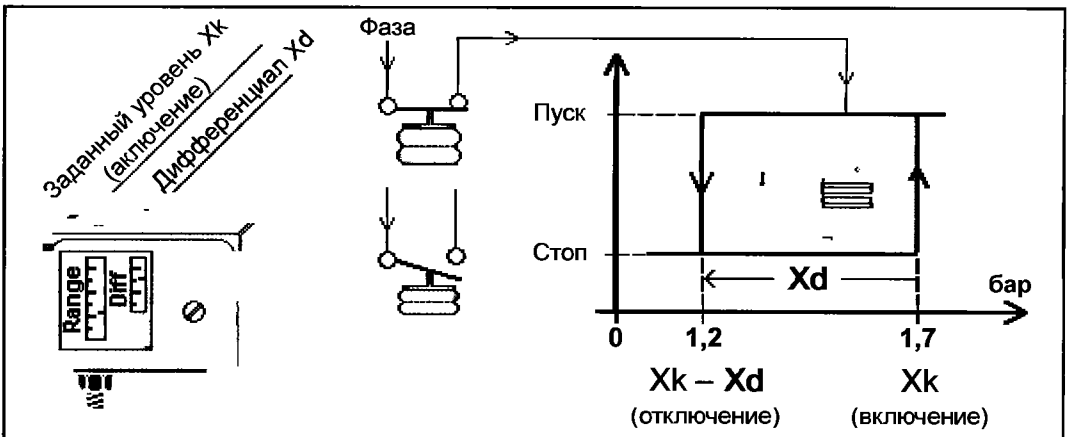

Рис. 91.12.
2. Вы обнаружили, что механик, обслуживающий установку, настроил реле на включение насоса при давлении 1,7 бар и на выключение при давлении 1,2 бар (см. рис. 91.12). Что вы думаете об этой настройке?